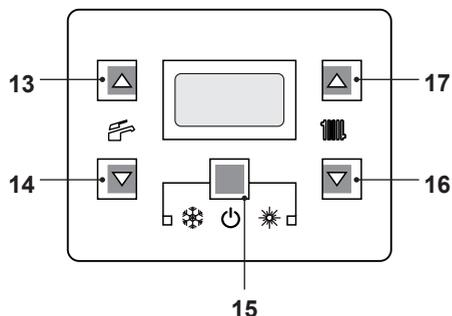
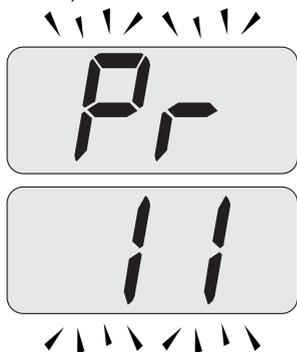

Figura 5.51
Figura 5.53
- Entrare in "modalità programmazione" premendo contemporaneamente per 10 secondi i tasti 15 - 16 - 17 (Figura 5.51) fino a far apparire sul display LCD le lettere **Pr** che si alternano con il codice **01**, indicanti l'entrata nel "parametro 01" (Figura 5.52).
- Premere contemporaneamente i tasti 15 e 17 (Figura 5.51) fino a far apparire sul display LCD il valore del parametro 11 (10=60 secondi) (Figura 5.54).
- Scorrere i vari parametri utilizzando i tasti 16 o 17 fino a far apparire sul display LCD le lettere **Pr** che si alternano con il codice **11**, indicanti l'entrata nel "parametro 13" (Figura 5.53).
- Premendo il tasto 15 (Figura 5.51) si ottiene la conferma del valore inserito.
- Premendo contemporaneamente i tasti 15 e 16 (Figura 5.51) si esce senza modificare il valore (ritorno alla lista parametri Figura 5.53)
- Premendo contemporaneamente per 10 secondi i tasti 15 - 16 - 17 (Figura 5.51) si esce dalla "modalità programmazione".